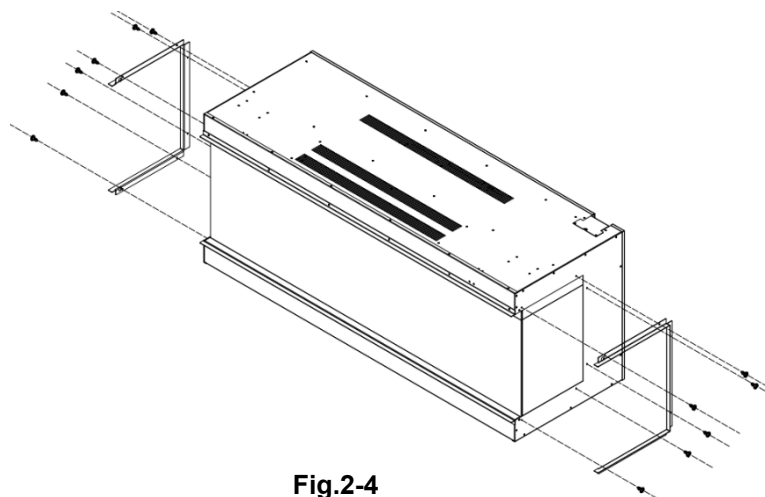

Fig.2-4
3. Vuelva a fijar las barras de defensa una vez retirados los paneles. Fig.2-4